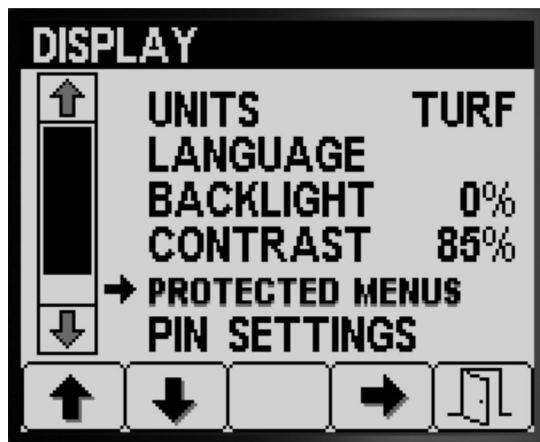

Figure 21
1. Appuyez sur le bouton 1 ou 2 pour naviguer jusqu'à l'option MENUS PROTÉGÉS (Figure 21).
2. Appuyez sur le bouton 4 pour sélectionner l'option MENUS PROTÉGÉS (Figure 21).